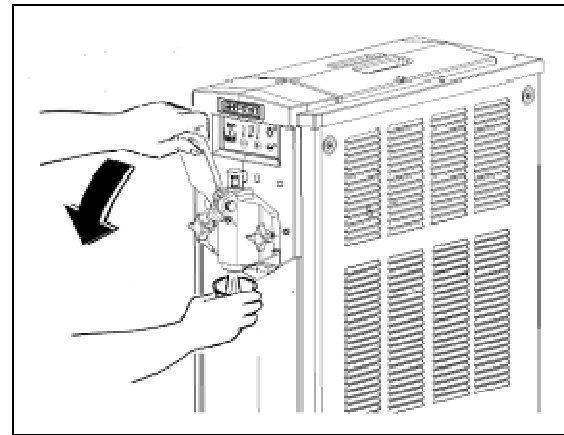

Abb. 1
Das Gerät auf einer horizontalen, soliden und ausreichend belüfteten Fläche (mindestens 20 cm Freiraum, siehe Abb.1) in einem trockenen Raum aufstellen. Nicht in der Nähe von
- Die obere Wanne mit lauwarmem Wasser füllen und die Maschine entleeren (Abb.1), so dass sie gespült und der größte Teil der Produktreste beseitigt wird.